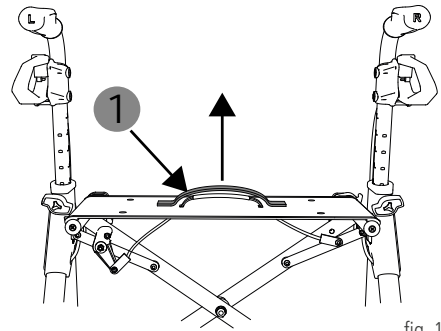

fig. 10
1. Sollevare il deambulatore dalla cinghia da trasporto (la cinghia superiore, più larga/1, fig. 10) presente sul rivestimento del sedile.